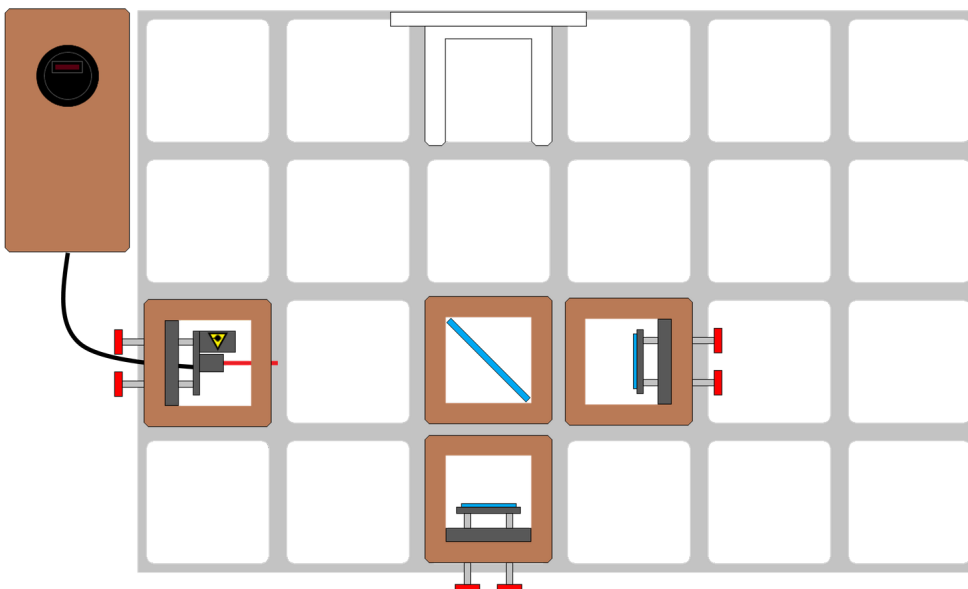

Abb. 3 – Justieren des zweiten Spiegels
- ③ Ergänze den Strahlteiler, den zweiten Spiegel und den Schirm (Abb. 3.) Justiere den zweiten Spiegel so, dass die beiden Teilstrahlen sich auf dem Schirm genau überlagern.